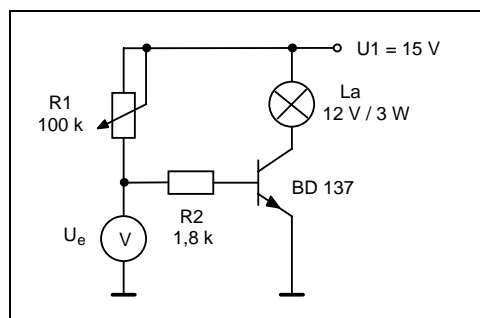

Bild 1: Lampensteuerung
- 2.2. In der Schaltung einer Lampensteuerung nach Bild 1 soll die Leistung der Lampe bei verschiedenen Eingangsspannungen bestimmt werden. Entwerfen Sie eine Meßschaltung, mit der eine Ausgangsspannung von 2 V/W realisiert werden kann unter der Voraussetzung, daß die Eingänge des Multiplizierers nicht als Differenzeingänge zur Verfügung stehen. Für die Dimensionierung sind die im Punkt 4. aufgeführten aktiven und passiven Bauelemente zu verwenden. Begründen Sie Ihren Schaltungsentwurf. Stellen Sie mögliche Fehlerquellen dar und charakterisieren Sie die mögliche Größenordnung des Fehlers, mit dem die Ausgangsspannung beaufschlagt ist.